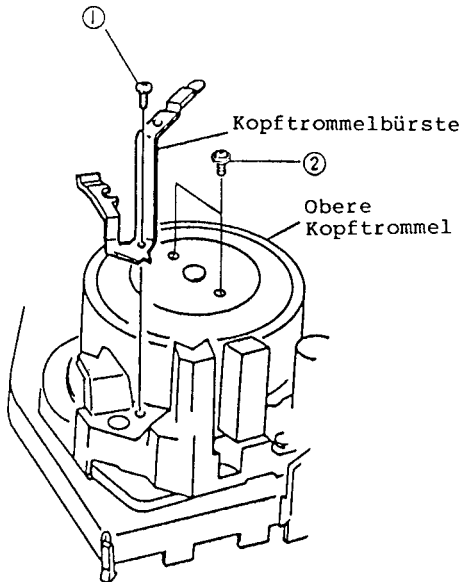
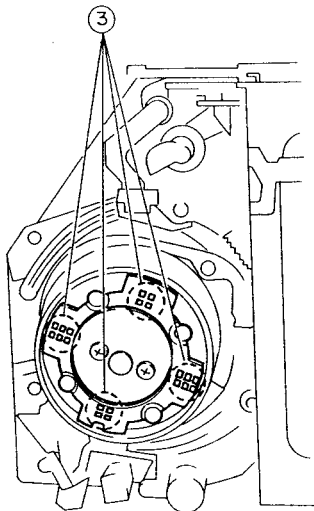

Abb. 2-54
Abb. 2-55
1. Eine (1) Befestigungsschraube der Kopftrommelbürste entfernen (siehe Abb. 2-54).
2. Zwei (2) Befestigungsschrauben der oberen Kopftrommel entfernen.
3. Achtzehn (18) Punkte an der oberen Kopftrommel ablöten und die obere Kopftrommel aus der unteren Kopftrommel ziehen (siehe Abb. 2-55).